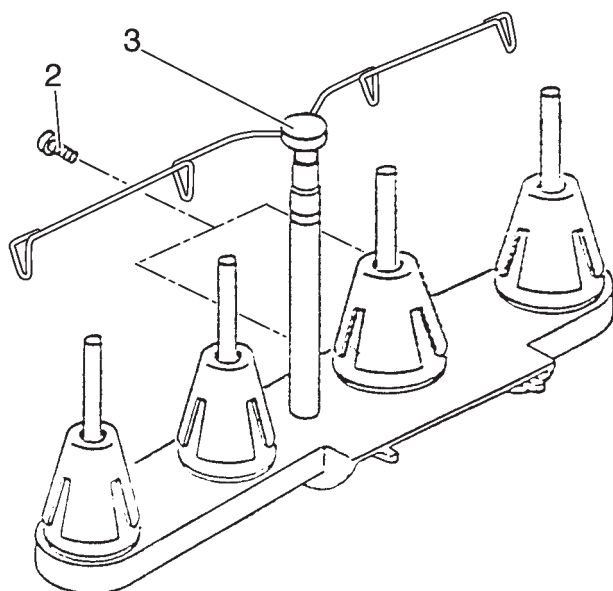

Рис. 2
- Выверните крепежные винты 2 (рис. 2).